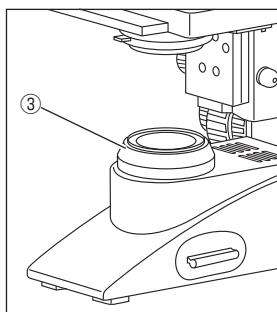

図2
- ランプは使用中はととても高温になります。③のコンデンサーレンズが熱を発散できるようにスペースを空けてください。(図2)
- ランプのランプ交換の際は、スイッチ④がオフになっていることを確かめ、ランプの熱が十分に冷めるまでお待ちください。